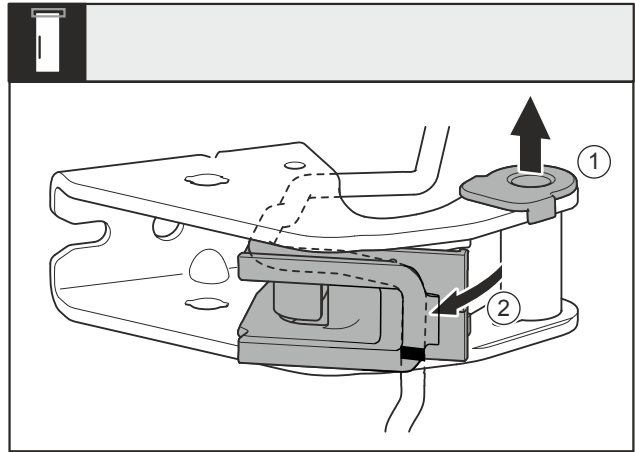

Fig. 27
- ▶ Retirer le coussinet Fig. 27 (1) du guide.
- ▶ Faire pivoter le support de câble Fig. 27 (2).